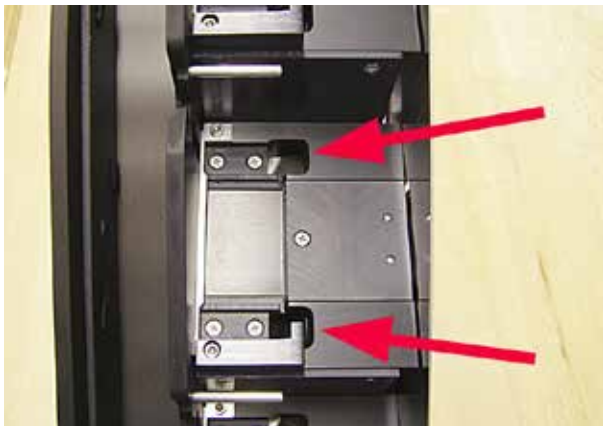

Fig. 45
- Stazione di scarico (→ "Fig. 45")